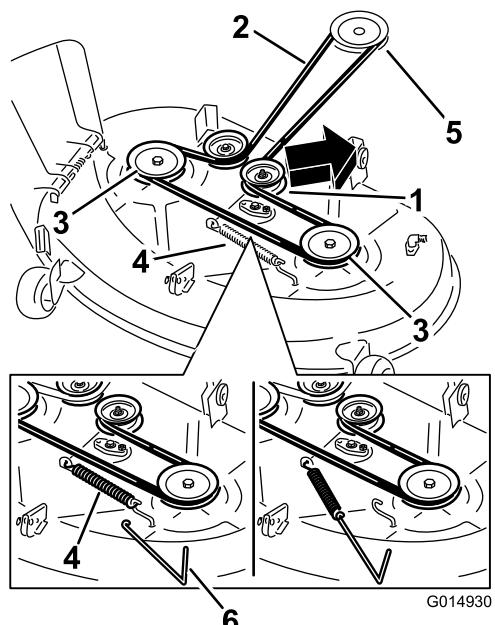
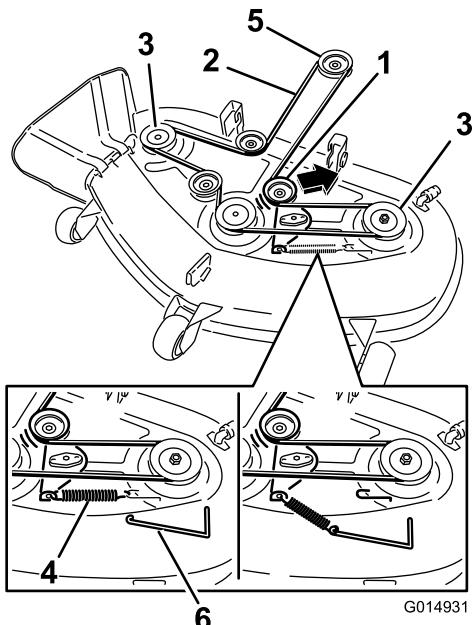

Bild 71
Bild 72
4. Entfernen Sie die Spannscheibenfeder mit einem Werkzeug zur Federentfernung vom Mähwerkrahmen, um die Spannung von der Spannscheibe zu nehmen, und rollen Sie den Riemen von den Spannscheiben (Bild 71 und Bild 72).
5. Verlegen Sie den neuen Riemen um die Motor- und Mähwerkriemenscheiben (Bild 72).
6. Setzen Sie die Spannscheibenfeder mit einem Werkzeug zur Federentfernung auf den Mähwerkshaken, um die Spannscheibe und den Mähwerkriemen zu spannen (Bild 71 und Bild 72).